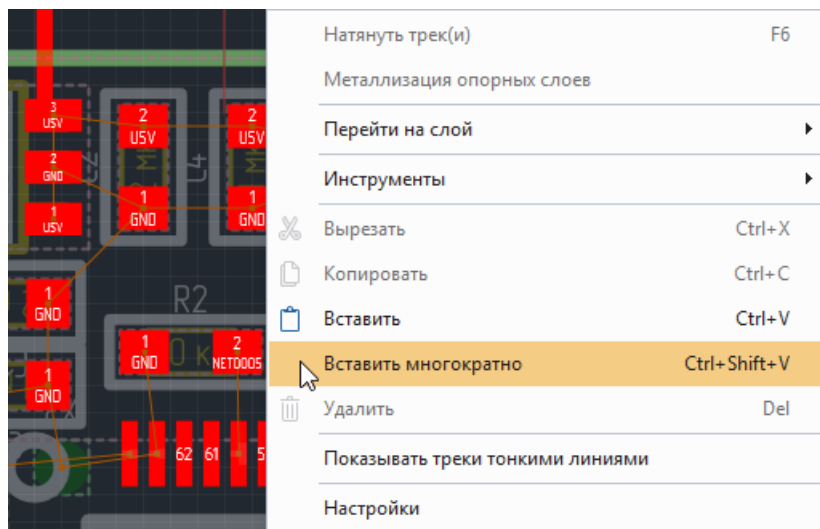

Рис. 370 Вызов функции «Вставить многократно»
- Для последующей многократной вставки скопированного объекта, в контекстном меню доступна функция «Вставить многократно» («Ctrl+Shift+V»), см. Рис. 370.